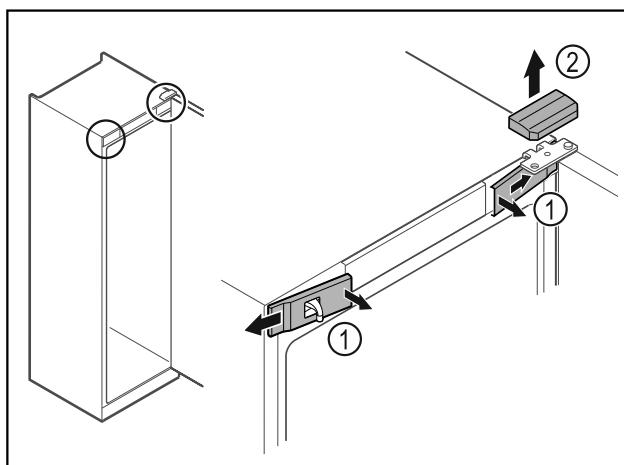

Fig. 16
- Nxirri nga foleja kapakët mbulues të përparmë Fig. 16 (1) në pjesën e brendshme dhe hiqni nga anash.
- Hiqni kapakun mbulues të sipërm Fig. 16 (2) duke e ngritur lart.